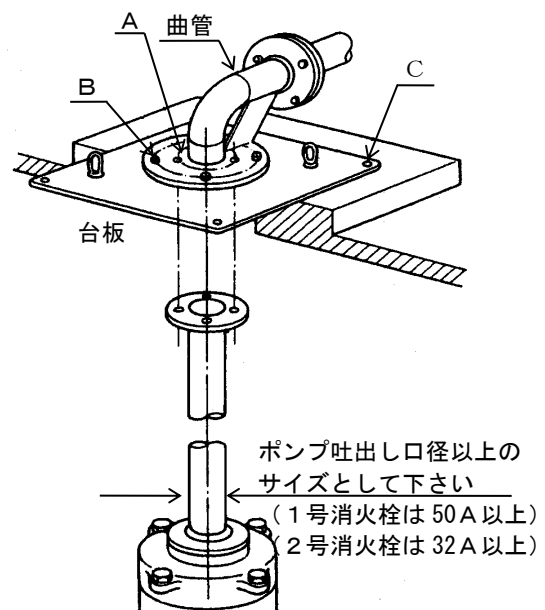

図 14
- (5) 吐出し配管の内、立ち上がり配管は、ポンプ吐出し配管と同一口径以上の配管を使用してください。ただし、1号消火栓用は 50mm 以上、2号消火栓用は 32mm 以上の配管を使用することができます。(図 14 参照)。
- (6) 吐出し配管に使用する逆止め弁は、流れ方向を表示したものをご使用ください。エバラ標準型逆止め弁は流れ方向表示付です。
- (7) 水撃(ウォーターハンマ)がおこる危険性のある場合は、急閉逆止め弁を設けるなどの対策を施してください。(エバラハンマーソフトチェック弁を用意しています。)
- (8) 吐出し配管に使用する仕切弁は、開閉位置及び開閉方向表示が付いたものを使用してください。エバラ標準仕切弁は、開閉位置及び開閉方向表示付きです。または、外ねじ式仕切弁をご使用ください。(外ねじ式仕切弁も用意しています。)
- (1) 図 14 のように、ポンプから立ちあがっている揚水管のフランジを、台板の下からねじ穴 A を用いて、ボルトで固定してください。
- (2) ボルト B は曲管を台板に固定しているもので、ゆるみがないか確認してください。
- (3) 台板の四隅の穴 C に、基礎ボルトを通して、ナットで固定してください。
- (4) 台板用基礎床面は、やや周囲より盛り上げ、ここから汚水や塵埃が水槽内に入らないようにします。